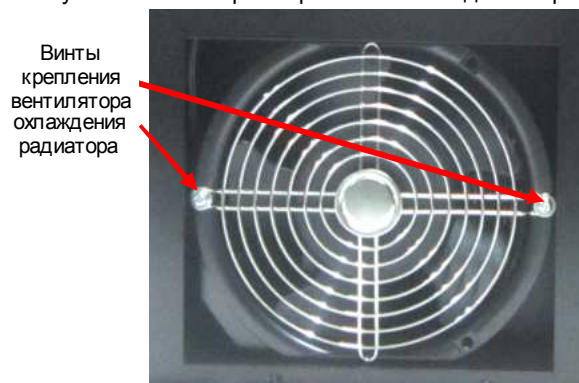

Рис. 6.24. Демонтаж вентилятора охлаждения радиатора
6.22.1. Отвернуть два винта крепления вентилятора 1, снять решетку вентилятора (рис. 6.24).